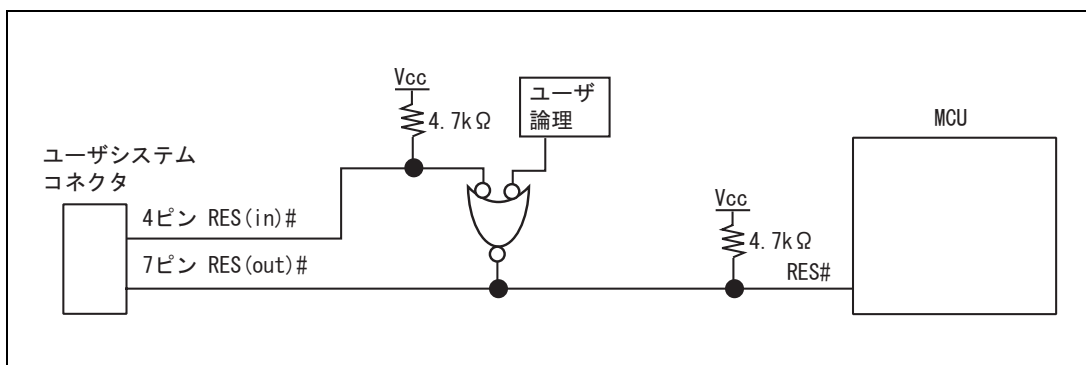

図 1.6 RES#端子の結線
3. ユーザシステムコネクタの4ピンのRES(in)#端子はE10A-USBエミュレータがMCUに対して出力する信号線です。ユーザ論理のリセット回路と4ピンのRES(in)#端子を図1.6のようにして、MCUに接続してください。また、ユーザシステムコネクタの7ピンのRES(out)#端子はE10A-USBエミュレータがMCUのRES#端子をモニタする信号線です。プルアップの上、ユーザシステムコネクタの7ピンに接続してください。